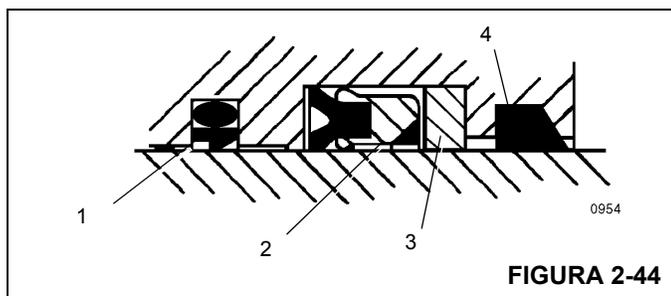

FIGURA 2-44
3. Instale el conjunto del sello intermedio y el anillo de respaldo en el interior de la cabeza Figura 2-44.